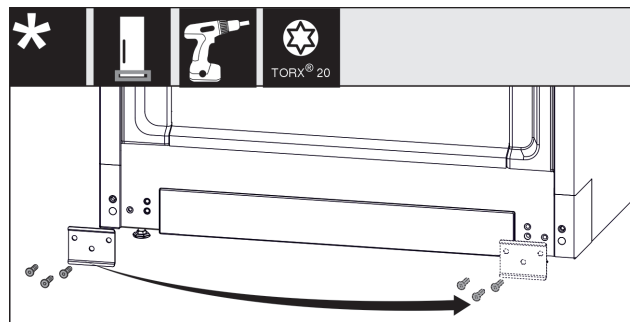

Fig. 12
- ▶ Odkręcić blaszkę, przetrzymać na drugiej stronie i ponownie przykręcić. Fig. 12 (1)
- ▶ Osłonę założyć ponownie z drugiej strony. (1)